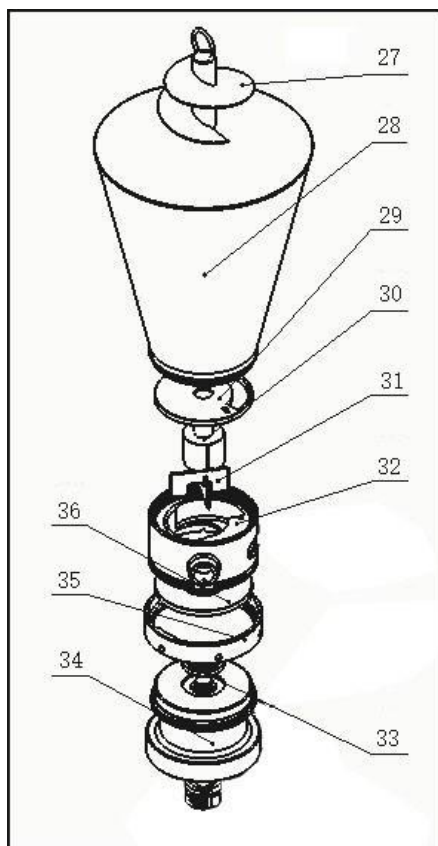

Рис.3 Основные элементы подачи начинки
Система подачи фарша (см. Рис.3) состоит из: шнека для фарша (27), бункера для фарша (28), верхней подвижной плиты (29), ротора (30), лопасти насоса (31), корпуса (нагнетатель) (32), дна корпуса насоса (33), контргайки (34), подставки для насоса (35), сердечник (36),